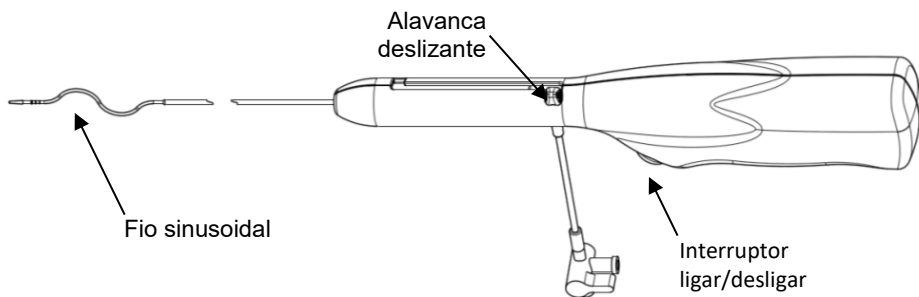

Figura 2
2. Retire o sistema de trombectomia rotativa CLEANER 15™ da embalagem. Prima o interruptor ligar/desligar para se certificar de que o fio sinusoidal roda livremente (consulte a Figura 2). Solte o interruptor para parar o rotador. **Precaução: não utilize o dispositivo caso este não se ative de imediato depois de premir o interruptor nem se desative de imediato depois de soltar o interruptor.**